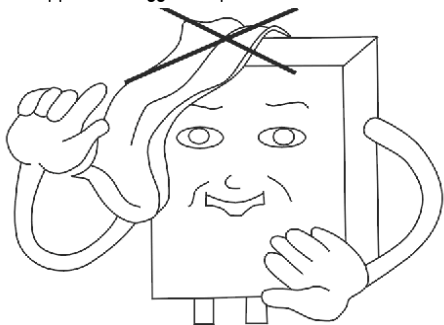

Fig. 17
- Non collocare asciugamani o vestiti sopra lo scaldabagno. (Fig. 17)